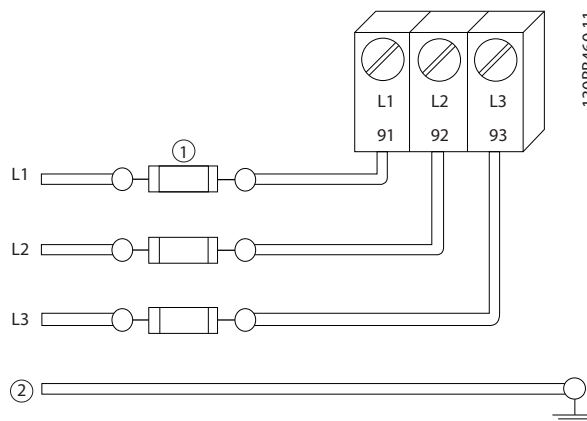

Bild 2.6 Säkringar
- Alla frekvensomformare måste vara försedda med kortslutningsskydd och överspänningsskydd. För detta krävs det ingångssäkringar – se Bild 2.6. Om frekvensomformarna levereras utan säkringar måste installatören tillhandahålla säkringar som en del av installationen. Uppgifter om maximala